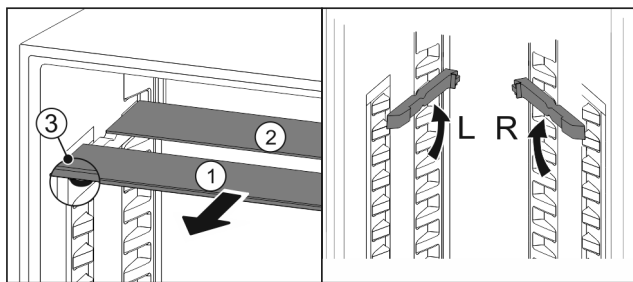

Fig. 50
- Посуньте Fig. 50 (1) скляну панель вперед.
- ▷ Скляна панель Fig. 50 (1) з декоративною планкою лежить спереду.
- ▷ Стопори Fig. 50 (3) показують вниз.